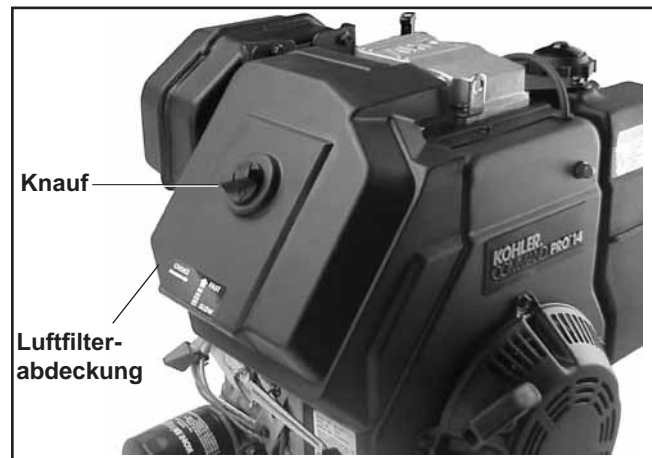

Abbildung 9-4. Luftfilterabdeckung demontieren.
1. Entfernen Sie den Drehknopf und Luftfilterabdeckung. Siehe Abbildung 9-4.